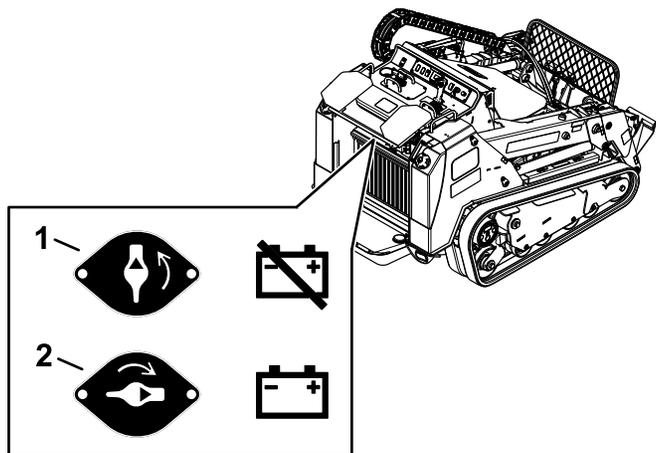

Рисунок 1
5. Установите переключатель отсоединения аккумулятора в положение OFF (Выкл.) (Рисунок 1).